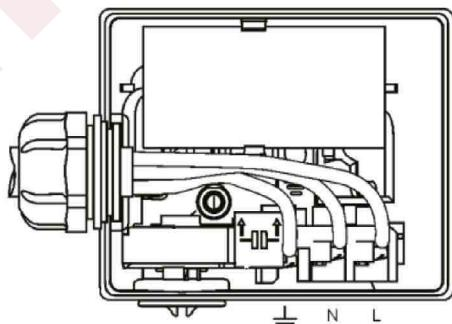

Рис. 4 Расположение клемм
Подключение электропитания (рис. 4)
5. Чтобы открыть кабельные клеммы, нажмите рукоятку вниз. Подключите кабель следующим образом: провод коричневого цвета — к клемме L, провод синего цвета — к клемме N, провод желтого/зеленого цвета — к клемме (см. рис. 4);
6. Отрегулируйте положение кабеля и зажмите оболочку кабеля в держателе. См. рис. 4;